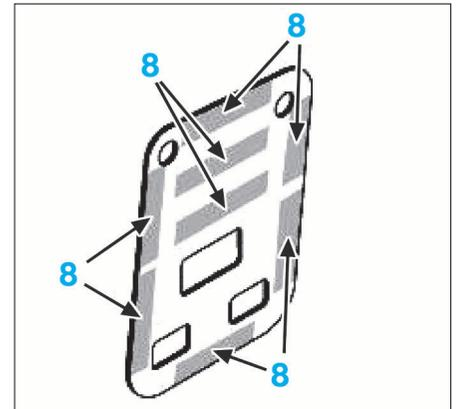

FIG. 13
- Mettre en place les différents morceaux de grille d'activateur (8) sur la plaquette de réparation (Fig.13).